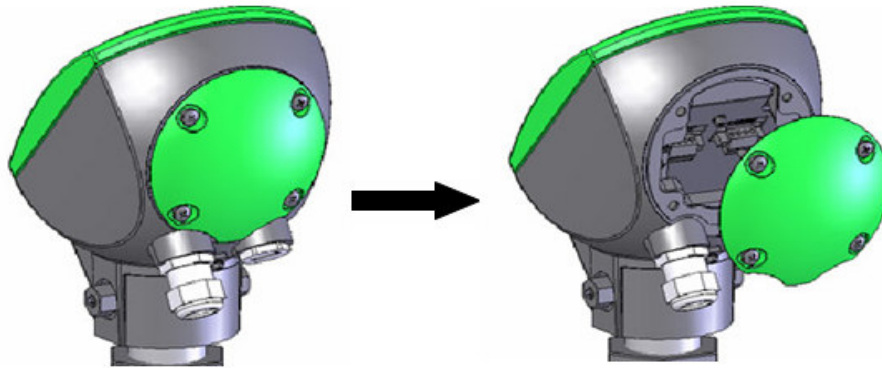

Figura 12, extracción del panel posterior
1. Afloje los cuatro tornillos del panel posterior del medidor en la parte trasera del cabezal y retire el panel posterior (ver *Figura 12, extracción del panel*). Afloje la tuerca de compresión del punto de entrada del cable.